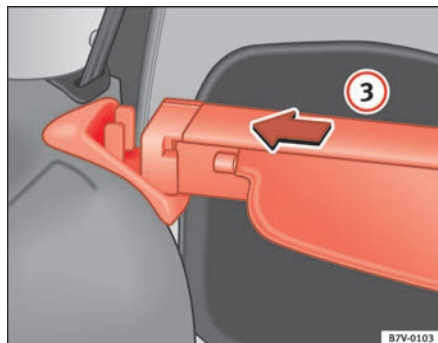

Fig. 114 Tapamaaletero:
- Introduzca el tapamaaletero hasta el tope en el soporte izquierdo en la dirección de la flecha ⇒ fig. 114 (3).